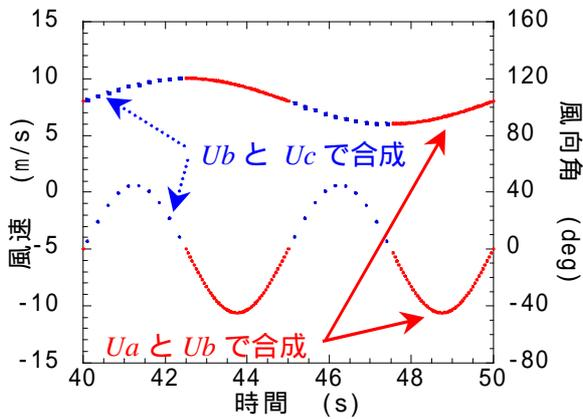
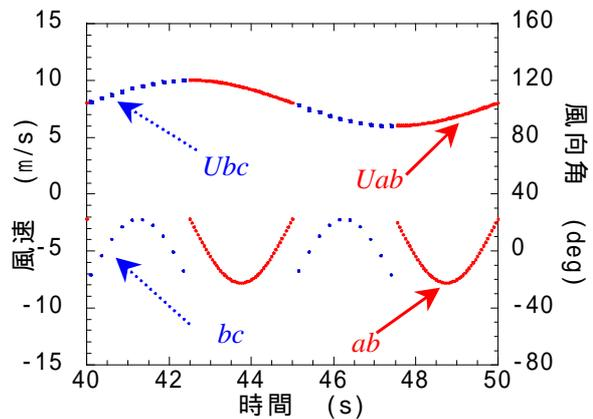

図 5 目標とする変動の分割
図 6 風向角に関する補正
-45度から0度ならば風洞Bと風洞Cを駆動させる(図5)。風洞2台を用いて気流を合成するとき、式(1)と式(2)は風向角 α_{ab} が ± 22.5 度の範囲で定義されている。図5の風向角を風洞Aと風洞Bの中心軸を原点とする α_{ab} と風洞Bと風洞Cの中心軸を原点とする α_{bc} とで表すと図6のようになる。この図6をもとに式(1)、式(2)により U_a 、 U_b と U_c を求め、個々の風洞に与える入力電圧 V_a 、 V_b と V_c に変換する。